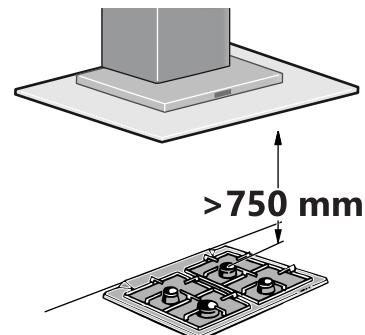

図2: ガスコンロ
- ・ ガスコンロ(ゴトク上端)とレンジフード下端の距離(図2参照)750mm。